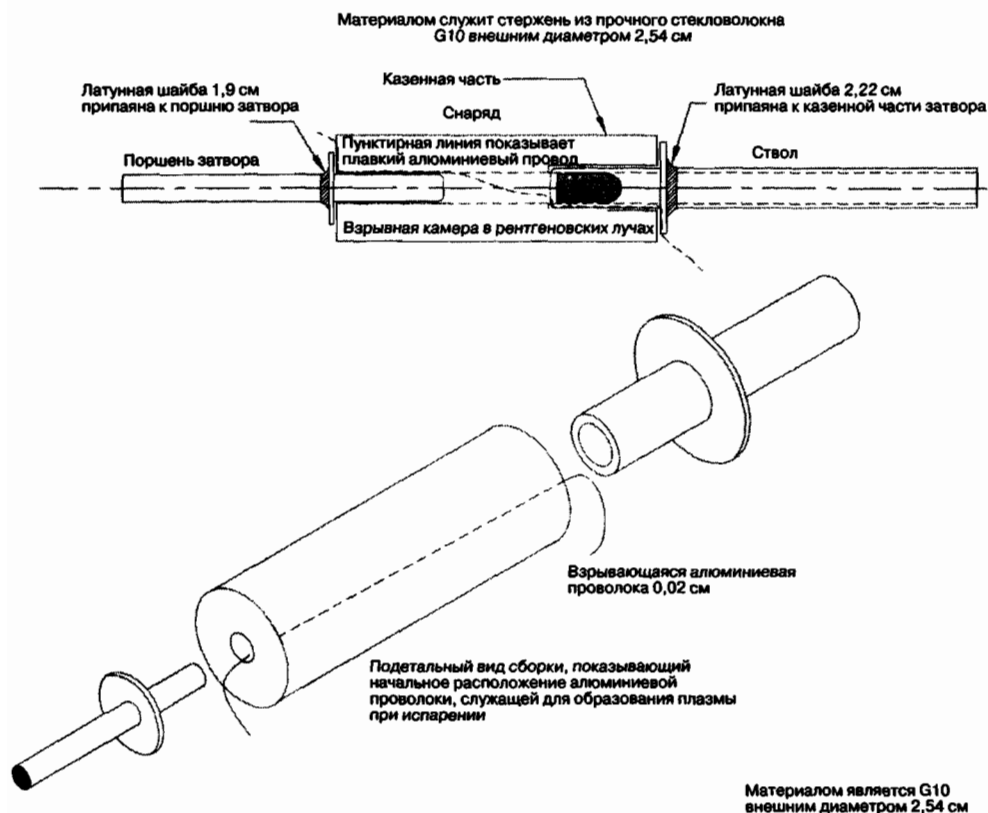

Рис. 5.4. Казенная часть и термическое ружье в собранном виде
результатом сверления с высокой точностью и применения специального сверла. Внутренний диаметр должен быть на 0,17–0,20 мм больше внешнего диаметра ствола и поршня затвора, чтобы обеспечить место для взрывающегося провода, как показано на рис. 5.4.
3. Изготовьте снаряды длиной 1,27 см из стержня диаметром 0,64 см и любого плотного материала (из пластика, поликарбоната или дерева). Закруглите концы, чтобы придать им обтекаемую форму пули. Ружье в окончательно собранном виде должно выглядеть, как показано на рис. 5.4, и части должны легко соединяться для заряжания нового провода и снаряда. Изготовленные из металла ствол и поршень затвора одновременно являются электродами, которые соединены с взрывающимся проводом и образуют с ним своеобразный «бутерброд». На эти электроды поступает мощный импульс тока, приводящий к взрыву провода, образуется нагретый плазменный пар, который создает импульс давления, выталкивающий снаряд из дула.
9. Подготовьте ружье с взрывающимся проводом (см. рис. 5.4). Вставьте его в держатели и вставьте снаряд в точном соответствии с указаниями на рисунке.